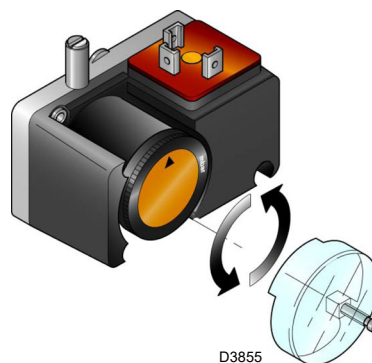

Abb. 30
- Den Mindest-Gasdruckwächter (Abb. 30 auf Seite 32) auf den Skalenanfangswert stellen.
Den Gas-Mindestdruckwächter (Abb. 30) nach erfolgter Einstellung des Brenners, der Gasventile und des Stabilisators der Gasarmatur einstellen.